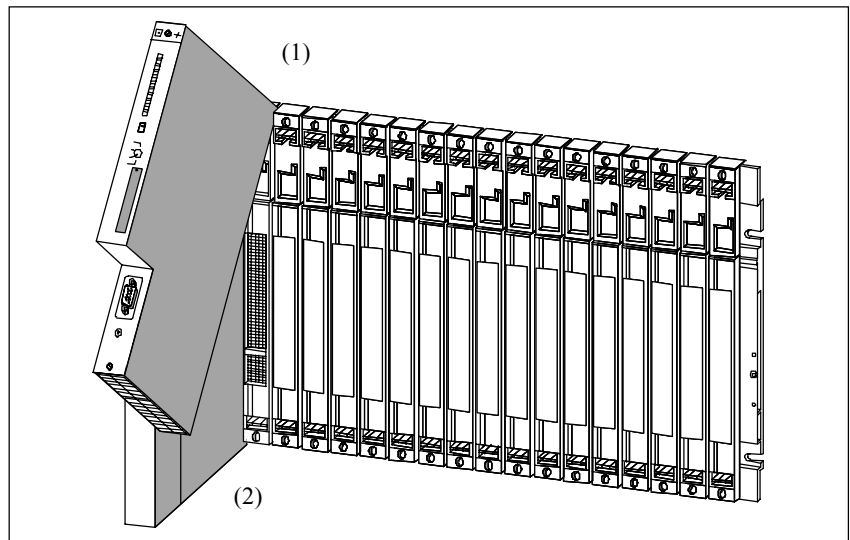

Рис. 5-10. Навешивание модуля и поворот его вниз
4. Нацепите первый модуль и поверните его вниз (см. рис. 5-10).
Навешивайте модули последовательно (1) и поворачивайте их осторожно вниз (2). Если Вы чувствуете сопротивление при повороте модуля, слегка приподнимите его и продолжайте поворот. На рис. 5-10 показано, как нужно навешивать модуль на стойку и поворачивать его.